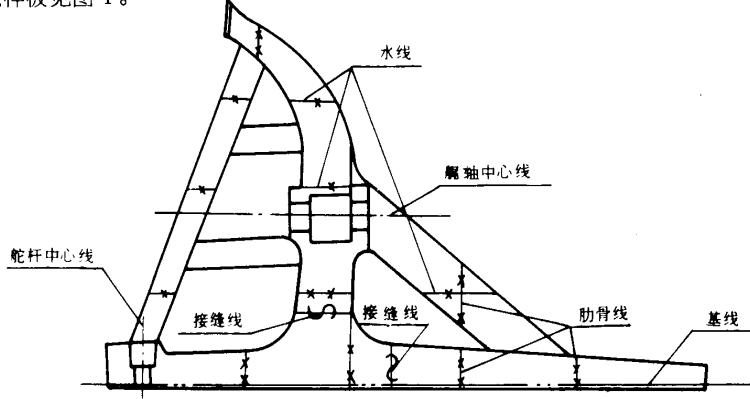

图 1
- 2.1 制造划线样板，样板上应有艉柱分段接缝线、艉轴中心线、舵杆中心线、基线、水线和肋骨线等标志，划线样板见图 1。